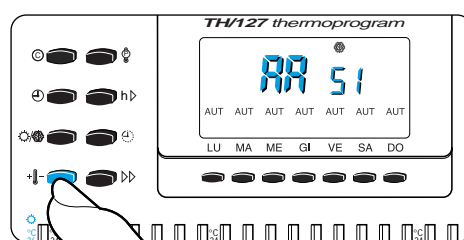

Fig. 37
12.3 - Premere il pulsante **+I-** (fig. 37).